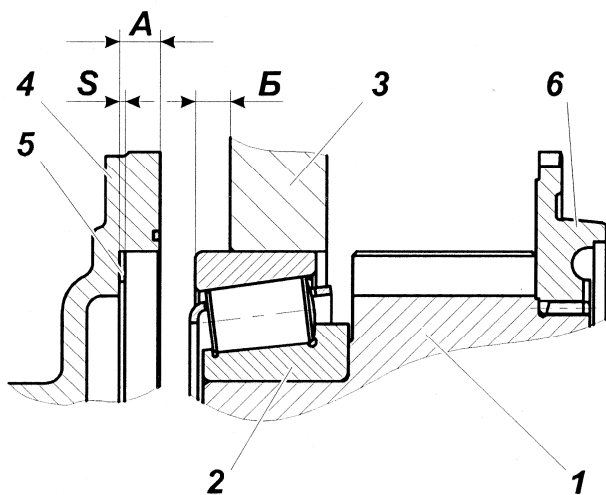

Рис. 34:
Установить в расточку картера коробки передач первичный вал в сборе с прокладками подобранными по п. 1. рис. 34.
5.6 Замерить размер Б рис. 34, (между торцами картера коробки передач и наружного кольца подшипника) при этом, гнездо заднего подшипника вторичного вала должно быть плотно (под усилием собственного веса вторичного вала) прижато через установочные прокладки к торцу зубчатой муфты демультипликатора; первичный вал должен быть плотно (под усилием собственного веса) прижат через установочные прокладки к торцу наружного кольца переднего подшипника вторичного вала, а наружное кольцо заднего подшипника первичного вала - к роликам.